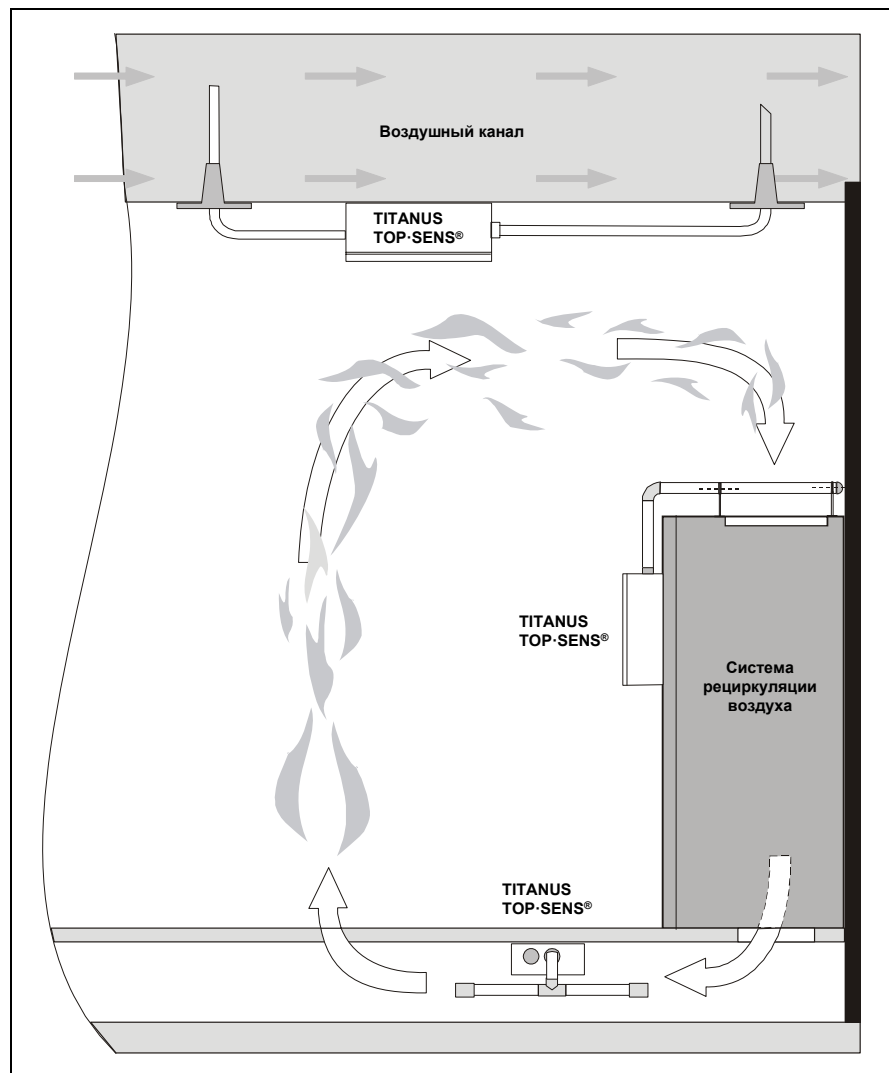

Рис. 1.2: Возможность мониторинга замкнутой системы кондиционирования и вентиляционного канала (принципиальная схема)
- Вблизи кондиционеров (см. Рис. 1.2) или